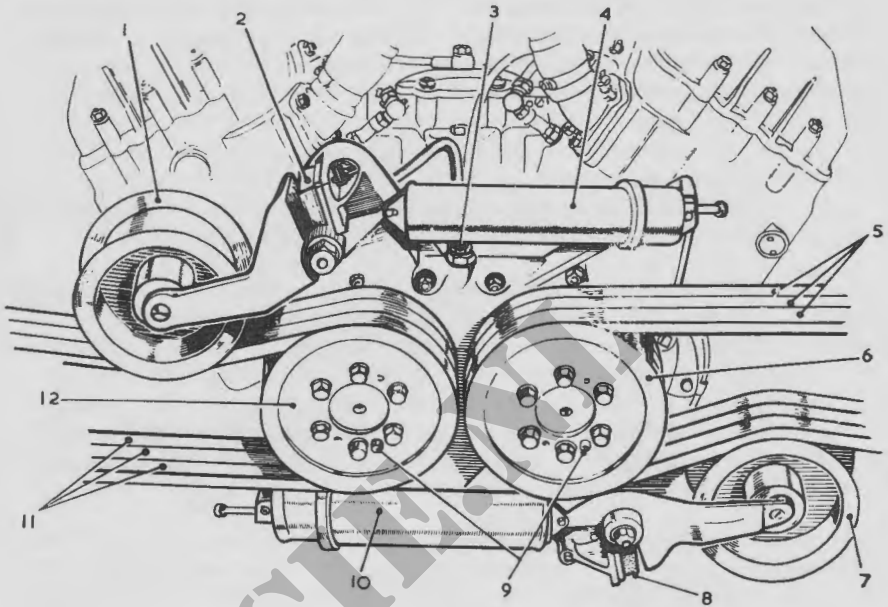

Fig. 16. Ventilatorriem aandrijf- en spaninrichting
102. Tussen de motorruimte en de transmissieruimte zijn twee ventilatoren geplaatst. De as van de waaier is gelagerd in een steun in het midden van de windtunnels. Deze zijn voorzien van geleideschoepen en verend in rubber gemonteerd. Elke waaier wordt door drie V-riemen aangedreven vanaf de ventilatoraandrijving, achter aan de motor. De V-riemen worden door spanrollen op de juiste spanning gehouden (fig 16). De bovenste spanrol behoort bij de linkse-, de onderste bij de rechtse V-riemen. Elke spanrol is bevestigd aan een uiteinde van een draaibaar aan het huis van de aandrijving gemonteerde hefboomarm, die aan het andere einde verbonden is aan een spiraalveer.
## 106. Inspecteren van de V-snaren (dagelijks) (fig. 16)
**109. Controle op de werking van de spanrollen (weektaak) (fig. 16)***a. Benodigd:*